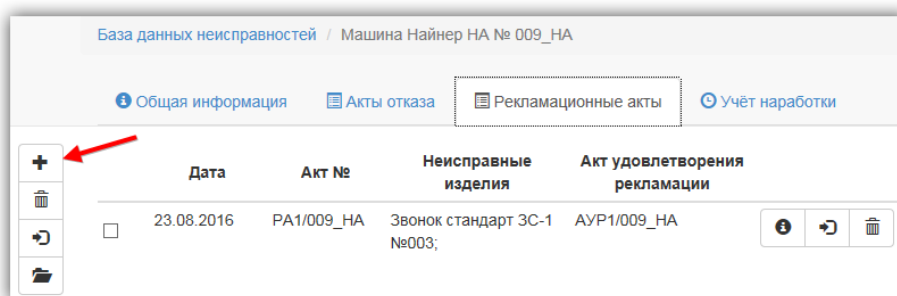

Рис. 10-20 – Нажмите кнопку «Добавить рекламационный акт»
2) Нажмите слева кнопку «Добавить рекламационный акт»  (рис. 10-20).